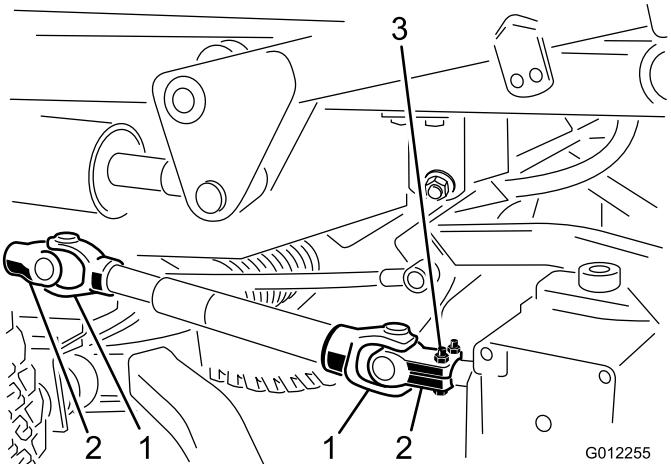

Figure 19
3. Chassez de la boîte d'engrenages la goupille cylindrique qui fixe la chape de l'arbre d' entraînement à la boîte d'engrenages (Figure 19). Desserrez les vis à tête et les contre-écrous et retirez la chape de l'arbre d'entrée. Si le groupe de déplacement doit être utilisé sans le plateau de coupe, chassez la goupille cylindrique hors de la chape au niveau de l'arbre de PDF du groupe de déplacement et déposez l'arbre d' entraînement complet du groupe de déplacement.